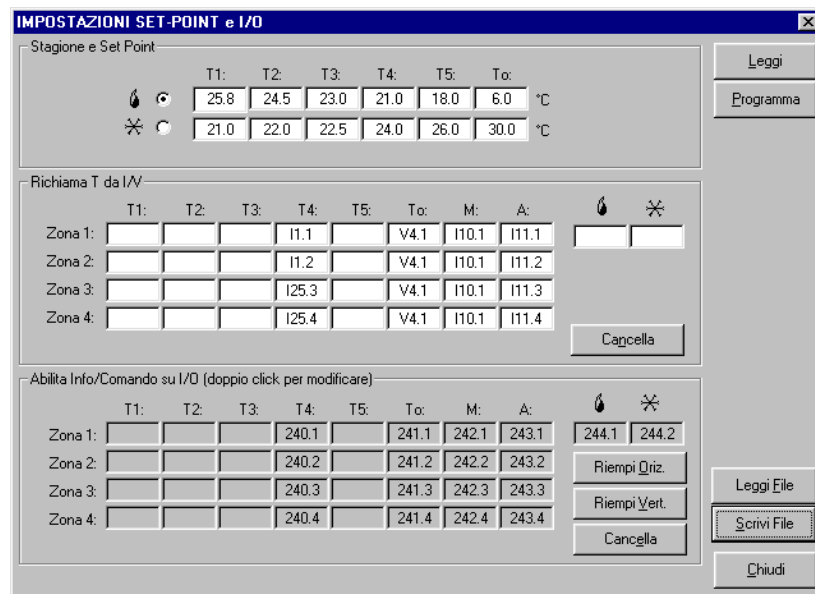

Fig.4
- Set-Point e I/O: attiva la maschera di impostazione dei valori di temperatura Tx e dei punti di ingresso/uscita per l'esecuzione di funzioni estese (controllo remoto e monitoraggio del modulo DFCL, vedere nel seguito); la Fig.4 mostra questa finestra dove sono stati impostati, a titolo di esempio, i set point sia per l'inverno che per l'estate
Come già detto, premendo il pulsante Set-Point e I/O dalla finestra di configurazione si accede alla finestra mostrata in Fig.4. In questa finestra, oltre ai set point già descritti, si possono impostare alcune informazioni utili per il controllo remoto del modulo DFCL (la finestra in Fig.4 mostra un esempio) come descritto nei paragrafi che seguono.
Nella parte centrale della finestra di Fig.4 ("Richiama T da I/V") si possono specificare i punti **di ingresso** (reali o virtuali) che, quando attivati, devono richiamare un certo T per una certa zona (nell'esempio di Fig.4, I1.1 richiama T1 sulla zona 1). Si possono inoltre specificare due punti di ingresso per ogni zona che forzano il modo manuale ed il modo automatico e due punti di ingresso per forzare il modo inverno ed il modo estate.
Nota 3: i punti di ingresso specificati possono anche essere ripetuti su più zone, il che significa che quell'ingresso provoca più azioni. Nell'esempio di Fig.4, il punto I10.1 provoca la commutazione in manuale di tutte le 4 zone.
La sezione "Abilita Info/Comando su I/O" (in basso nella finestra in Fig.4) permette di forzare le impostazioni come per i punti di ingresso descritti nel precedente paragrafo (sezione "Richiama T da I/V"), ma con la differenza che in questo caso la forzatura dei T, dei modi automatico e manuale e della stagione viene fatta mandando un comando a DFCL come se fosse un comando ad un comune punto di uscita digitale (utile per eseguire la forzatura, in modo molto semplice, da un touch screen o da un supervisore).
- come uscita (Ox.y) serve per forzare il parametro corrispondente (T o altro); nell'esempio di Fig.4, la scrittura del punto O241.3 provoca il richiamo di To sulla zona 3
- come ingresso (Ix.y) serve per sapere lo stato corrente del parametro corrispondente (T o altro); nell'esempio di Fig.4, se il punto I241.3 è ON, allora significa che sulla zona 3 è attivo il set point To
I pulsanti "Riempi Oriz." e "Riempi Vert." nella finestra in Fig.4 consentono di assegnare tutte le informazioni possibili ad altrettanti punti, seguendo rispettivamente un ordinamento per riga o per colonna. Il pulsante "Cancella" elimina tutte le associazioni.